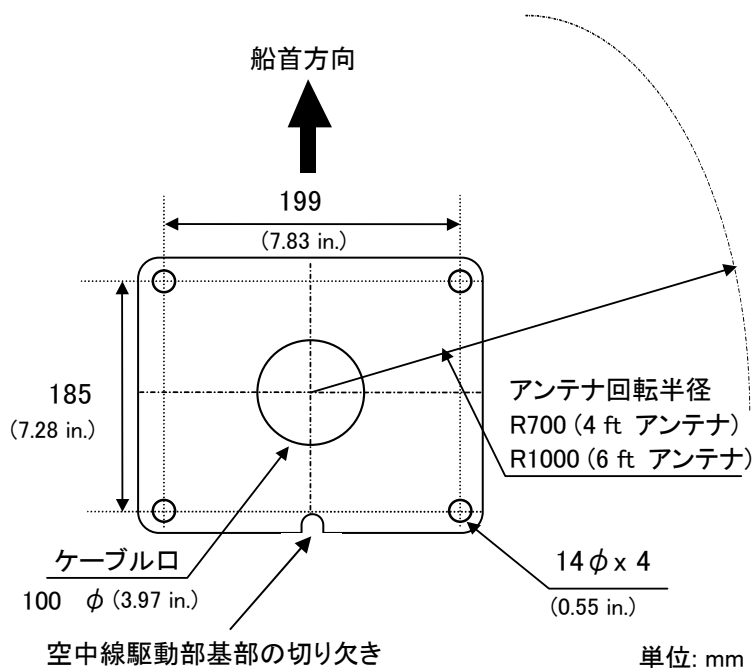

図 2.1 取付孔平面図
空中線駆動部は図 2.1 に示すように、取付け基部の切欠き部分が船尾方向に向くように設置します。このように設置することで、保守作業がやり易くなります。1.4.1 項に述べた装備上の注意事項も併せて参考にして下さい。
- (1) 直径 14mm の取付け穴を、図 2.1 を参照してプラットフォーム上の取付け面に開けます。
- (2) 所定の位置に空中線駆動部を置き、工事材料に含まれる 4 個の 12mm ステンレスボルトで固定します。